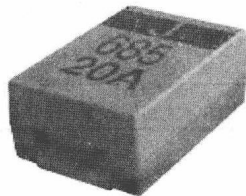

图 2-6 贴片钽电解电容器
② 贴片钽电解电容器。贴片钽电解电容器如图 2-6 所示, 其优缺点如下。